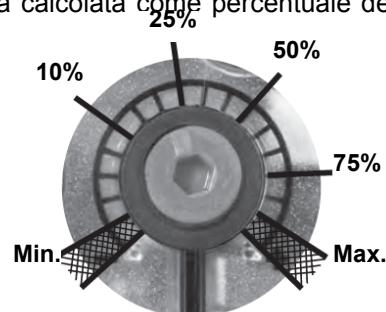

Fig. 7
La posizione dell'indicatore nella ghiera indica il valore della pressione in uscita calcolata come percentuale del fondo scala del sensore PS (Fig. 7)
4. VD può essere montato ruotato di 180°, fig. 7.